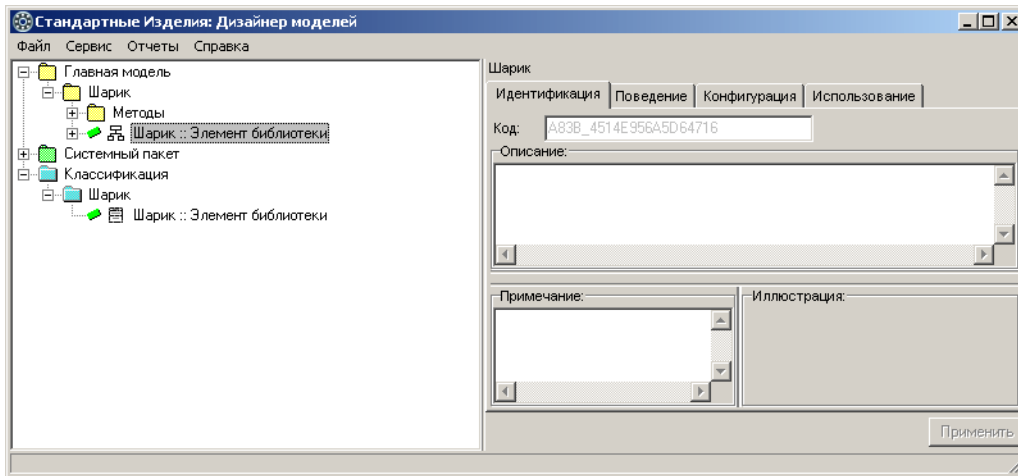

Рис. 3.44.
4. Укажите класс *Шарик :: Элемент библиотеки* и, не отпуская левой клавиши мыши, перетащите его в узел классификации *Шарик* (рис. 3.44).